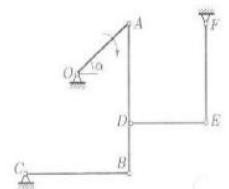

Рис. 6
**Задача 6.** Механизм состоит из пяти шарнирно соединенных стержней. Три шарнирные опоры крепят механизм к основанию. В указанном положении механизма (рис. 6) известна угловая скорость стержня  $OA$ :  $\omega_{OA} = -6$  с $^{-1}$ . Дано:  $OA = 5$  см,  $AB = 9$  см,  $BC = 8$  см,  $BD = 3$  см,  $DE = EF = 6$  см,  $\cos \alpha = 4/5$ . В данный момент стержень  $DE$  горизонтальный, стержни  $AB$  и  $FE$  вертикальные. Найти угловые скорости всех звеньев механизма.